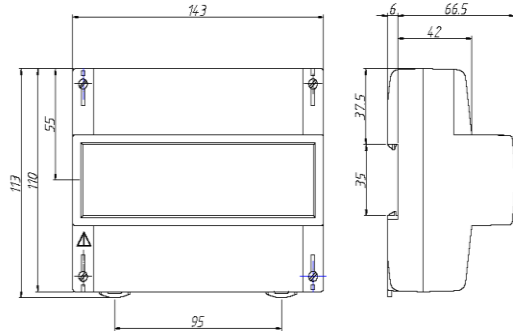

Рисунок 1 - Загальний вигляд лічильника ЦЭ6804-U у корпусі Р31
2.1.11 Загальний вигляд лічильника наведений на рис.1.